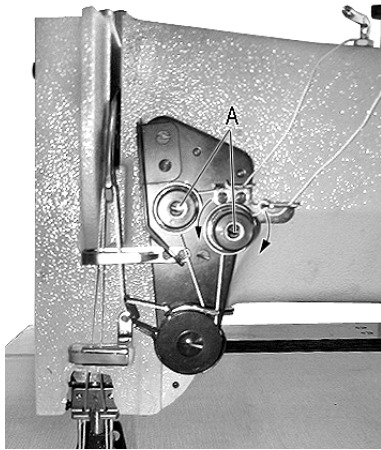

图 16
十. 调整线张力 (图 16、17)
1) 面线张力通过调节夹线螺钉 (A) 实现 (图 16)。